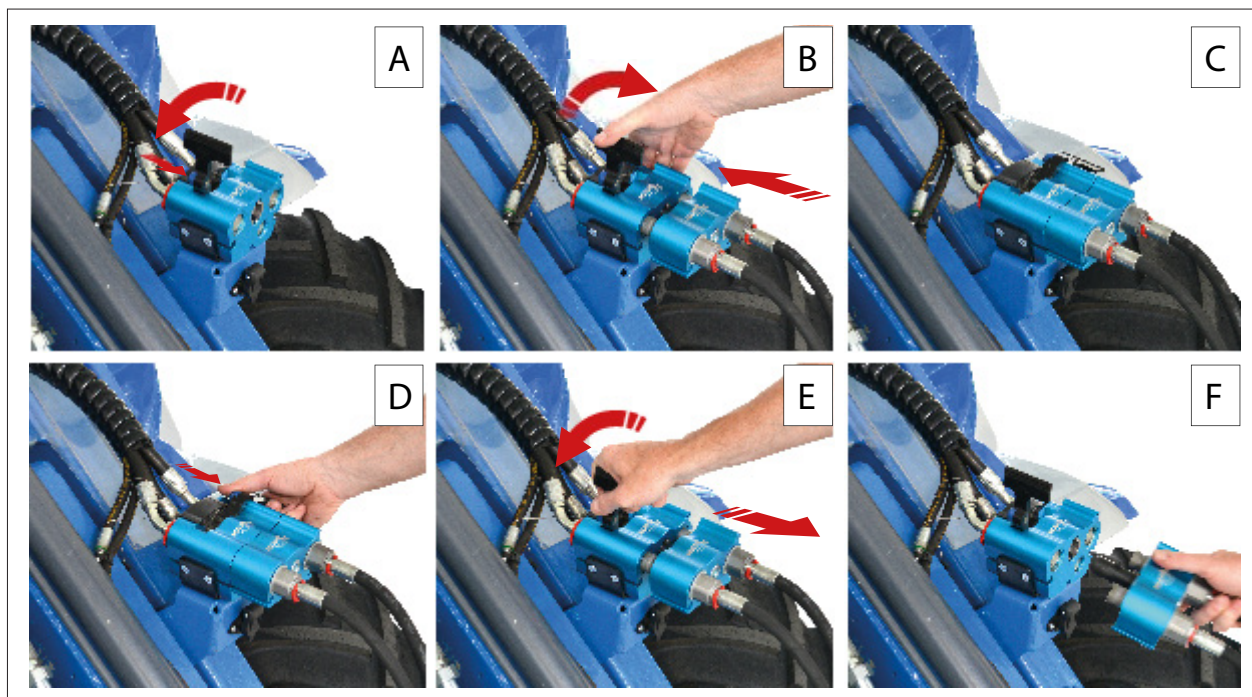

РИС. 35
- 2) Нажмите кнопку блокировки (РИС. 34 – Сс. 2) на ручке замка и поднимите ручку замка (РИС. 34 - Сс. 3) в открытое положение (РИС. 35 – Сс. А).
- 4) Потяните стопорную ручку (РИС. 35 – Сс. В) вниз, зафиксировав панель адаптера в разъеме (РИС. 35– Сс. С).
- 1) Нажмите кнопку блокировки (РИС. 35 – Сс. D) на ручке замка и поднимите ручку замка в открытое положение (РИС. 35 – Сс. E).
- 2) Отсоедините гидравлические трубки навесного оборудования от машины (РИС. 35 – Сс. F).